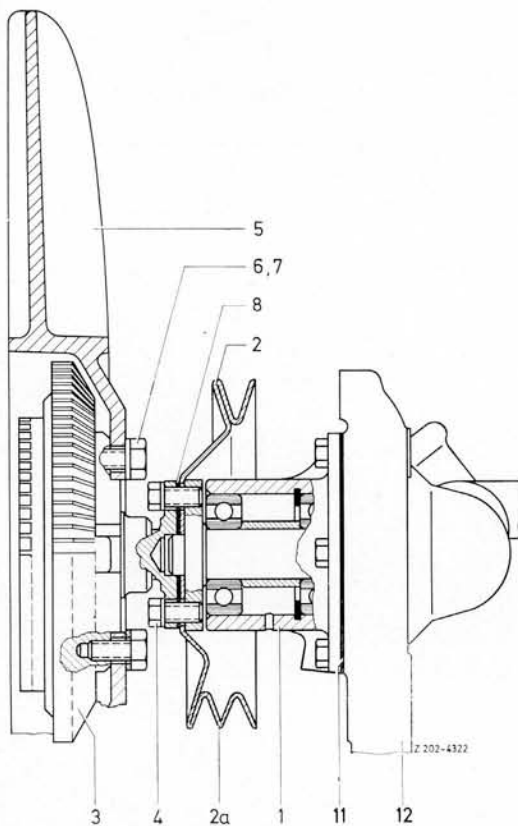

Bild 20-5/1
3. Neue Wasserpumpe (1) mit einer neuen Dichtung (11) (ist im Lieferumfang nicht enthalten) am Wasserpumpengehäuse (12) anschrauben (Bild 20-5/1).
4. Lüfter (5) mit den Federscheiben (6) und Sechskantschrauben (7) an die Visco-Lüfterkupplung (3) anschrauben und Sechskantschrauben über Kreuz mit 2 mkp festziehen.
5. Visco-Lüfterkupplung mit dem Lüfter und der Riemenscheibe (2) mit den Sechskant-Bundschrauben (4) an die Wasserpumpe anschrauben und über Kreuz festziehen (Anziehdrehmoment 2 kpm), dabei zwischen Riemenscheibe und Visco-Lüfterkupplung die Abstandscheibe (8) einlegen. Einzelheiten siehe Bild 20-5/1.
6. Die serienmäßig vorhandene Kühlerzarge vom Kühler abnehmen und dafür die neue Kühlerzarge (9) mit den vorhandenen Sechskantschrauben, Federringen und Scheiben anschrauben.